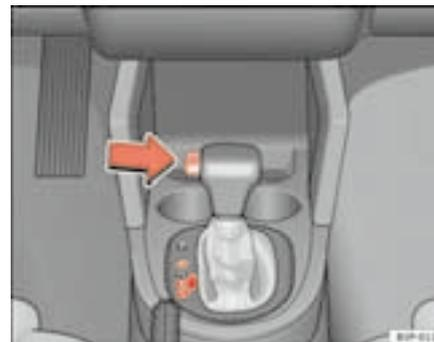

Fig. 136 Conducción
- Presione el pulsador del pomo (situado en la parte izquierda del mismo, ⇒ fig. 136).